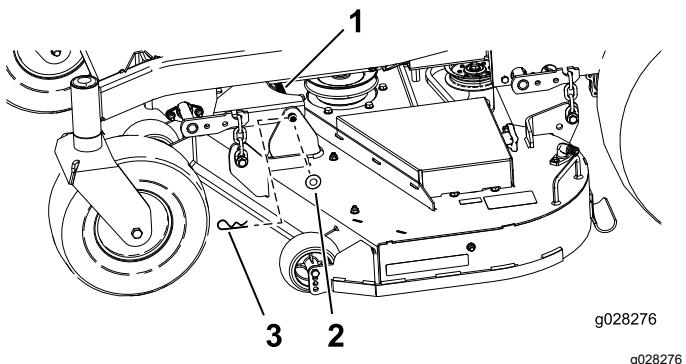

Figura 77
- Remova o perno de ganho e anilha que prendem o pino de articulação à estrutura e plataforma e remova a barra de ligação (Figura 77).
9. Prenda o pino de articulação com os contrapinos e anilhas removidos previamente (Figura 77).